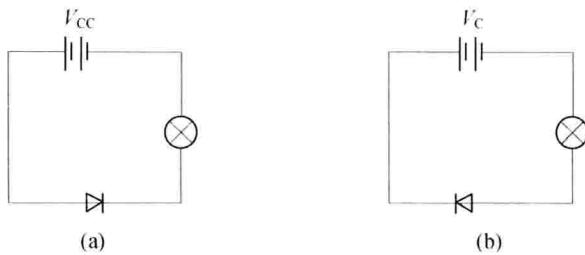

图 1-1 二极管测试电路
- (1) 按图 1-1 (a) 连接实验电路，观察灯的亮暗情况。
- (2) 按图 1-1 (b) 连接实验电路，观察灯的亮暗情况。
- (1) 按图 1-1 (a) 连接电路, 观察给二极管加正向偏置电压时灯的亮灭情况。
- (2) 按图 1-1 (b) 连接电路, 观察给二极管加反向偏置电压时灯的亮灭情况。